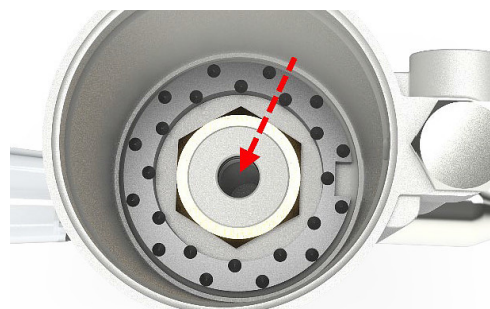

Abb. 10: Hydrauliköl nachfüllen
Schritt 4: Füllen Sie Hydrauliköl nach, bis der O-Ring des Luftzylinderkörpers erreicht ist (siehe roter Pfeil, Abb.10).